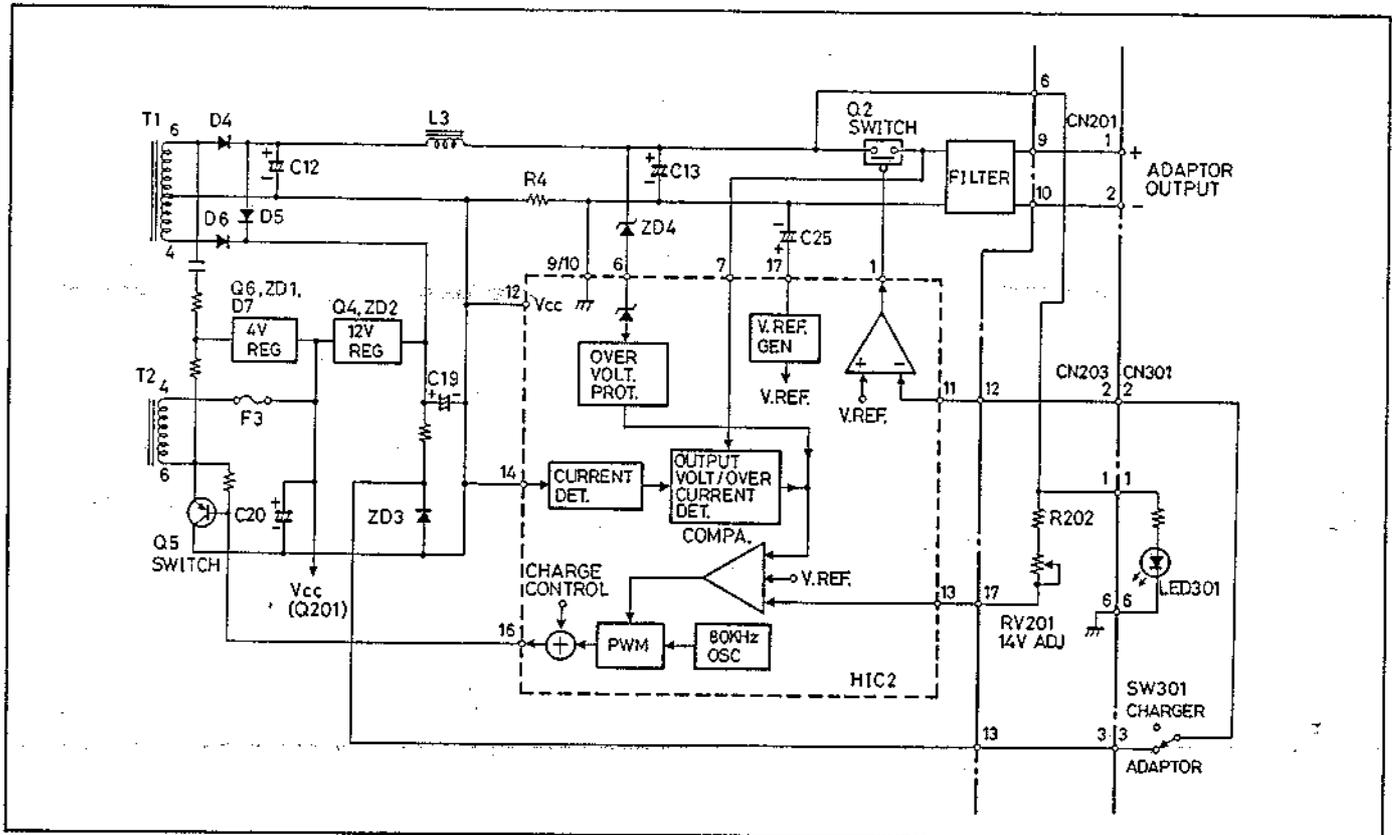

Abb. 8.2 Die Adapterschaltung
3. Die Adapterschaltung (Abb. 8.2)
5. Die Schutzschaltung (Abb. 8.2 und 8.3)